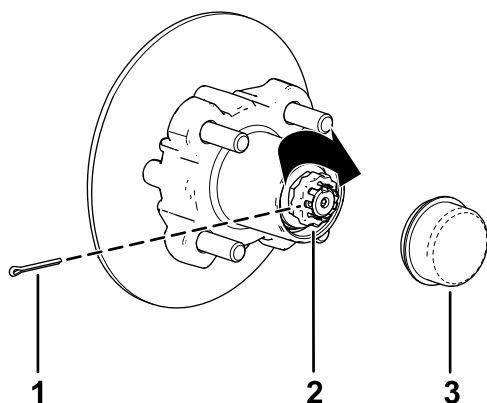

Figura 42
8. Coloque el retén sobre la tuerca y compruebe la alineación de la ranura del retén y el taladro de la chaveta del eje (Figura 42).
9. Instale la chaveta y doble las patas alrededor del retén (Figura 42).
10. Instale el tapón guardapolvo sobre el cubo (Figura 42).